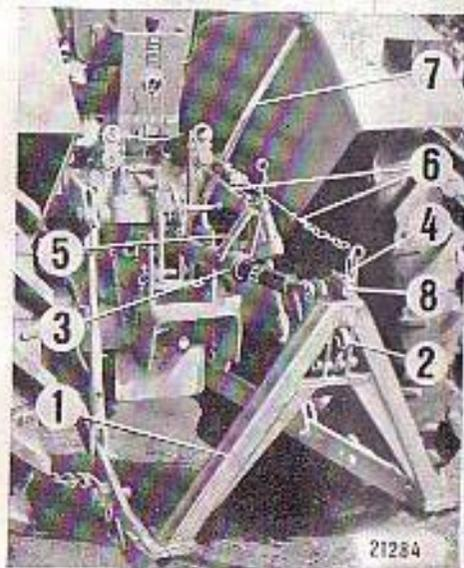

Bild 46
Dreipunktkupplung absenken, und während das Gerät den Boden berührt, Oberlenker und Sperrhaken entriegeln (über Fernbedienung ⑦ Bild 46).